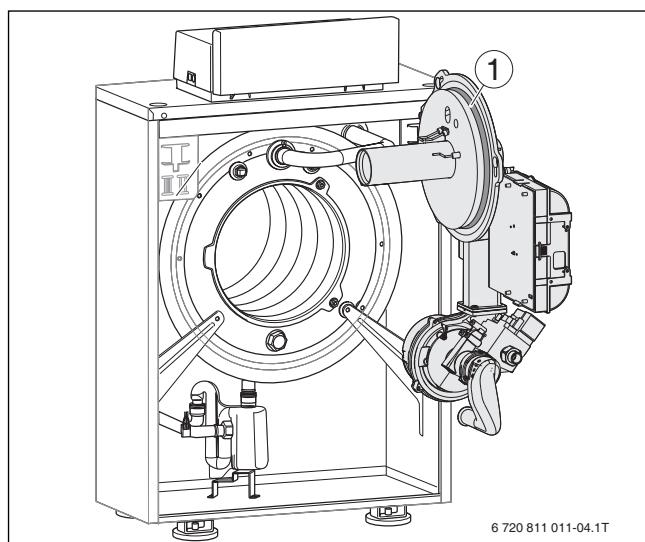

Fig. 13 Joint torique du corps de brûleur
- Avant de monter le brûleur, vérifier que le joint torique (→ fig. 13, [1]) est bien en place et si nécessaire, ajuster sa position.